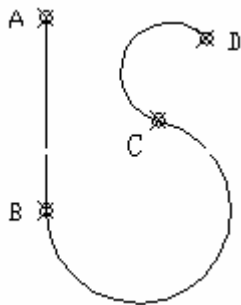

图 3-10 用“继续”方式绘制圆弧
**试一试：**先绘制直线AB，然后用“继续”方式绘制BCD弧，结果如图3-10所示。